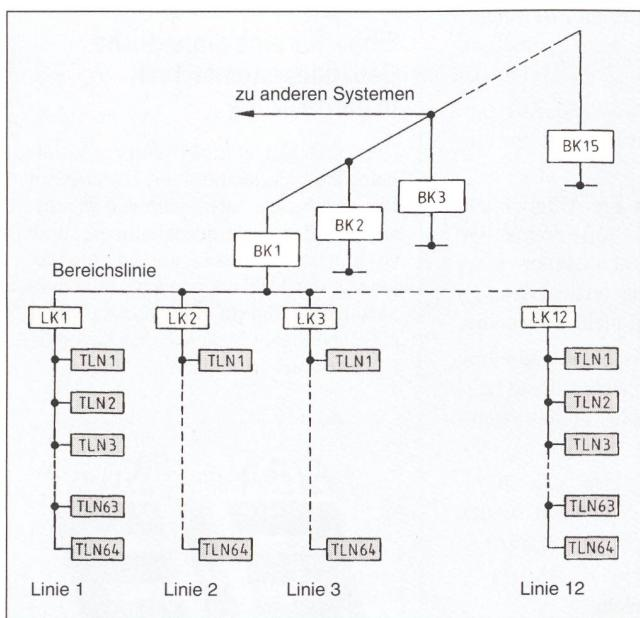

Bild 3 Systemaufbau des EIB-Installationsbusses
An eine Buslinie können bis zu 64 EIB-Geräte als Teilnehmer angeschlossen werden, 12 solcher Linien lassen sich zu einem Funktionsbereich zusammenfassen und 15 Funktionsbereiche ergeben eine Funktionseinheit (Bild 3). Somit können 11 520 Teilnehmer ohne Einschaltung einer Zentrale miteinander kommunizieren. Das ganze System kann über Schnittstellen auch an ein übergeordnetes, fremdes Leitsystem angekoppelt werden. Für übergeordnete Funktionen lassen sich Anwendungskontroller (AK) einsetzen. Mit diesen Geräten erschliessen sich weitere Funktionen, wie